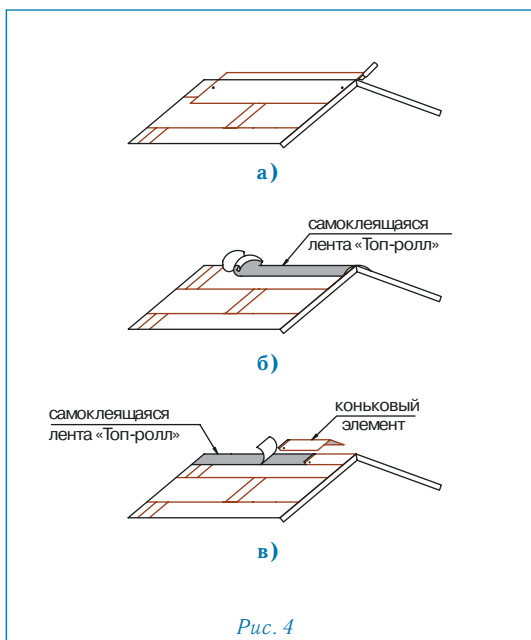

Рис. 4
Конек (рис. 4)
- Верхний ряд черепицы ПРЕСТИЖ КОМПАКТ доводится до линии конька (ребра), выступающие части листов обрезаются (рис. 4а);
- линия соединения материала на скатах покрывается специальной самоклеющейся лентой «Топ-ролл» (рис. 4б);